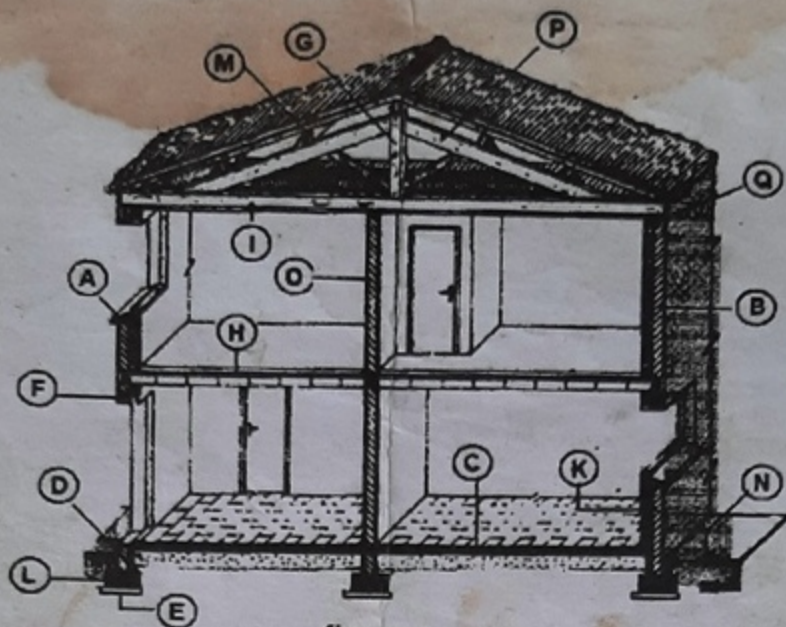

figure-1
- 2.5 En relevant les lettres correspondantes, annoter le schéma ci-dessous. (figure-1 page 2/2) 4 pts